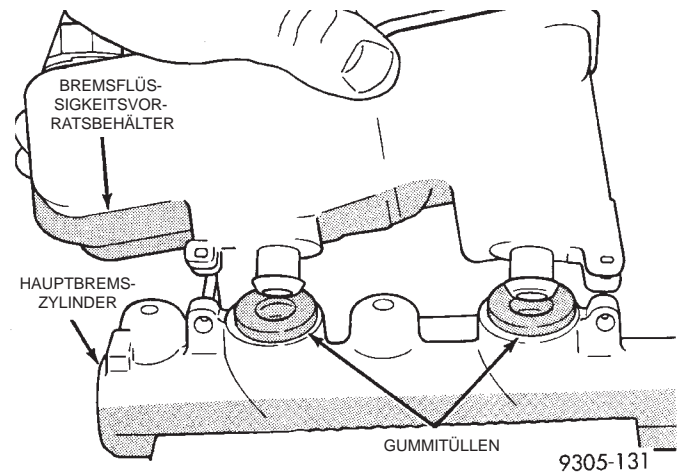

Abb. 75 Abnehmen des Vorratsbehälters
(6) Vorratsbehälter vom Hauptbremszylinder abnehmen (Abb. 75). Hierzu den Vorratsbehälter hin und her bewegen und dabei nach oben ziehen.